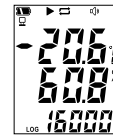

Fig. 1
5.3 Si el estado de la pantalla está desactivado, presione el botón para ingresar. Ver Fig. 1.